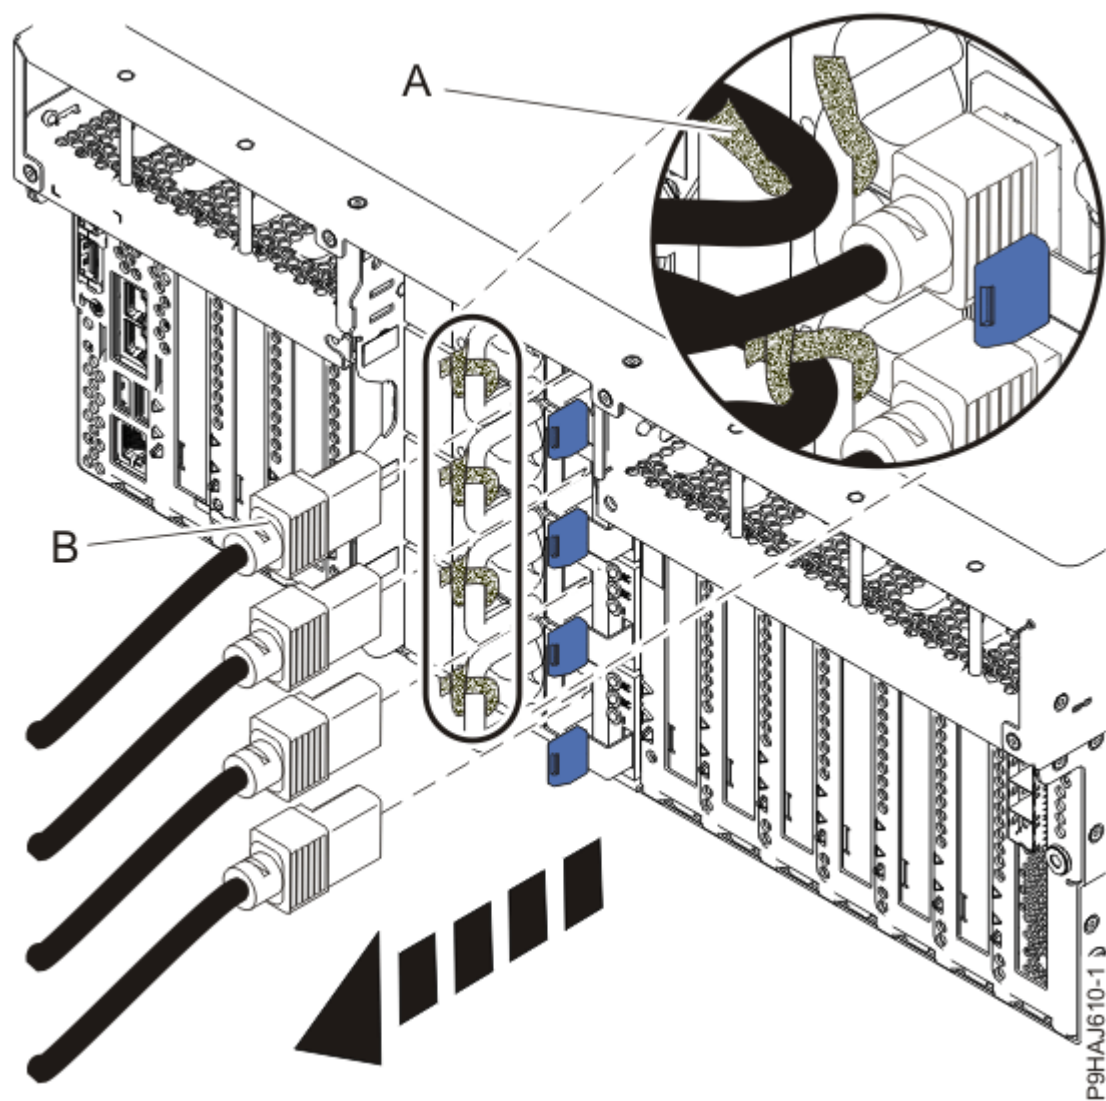

Figure 1. Retrait des cordons d'alimentation d'un serveur monté en armoire
4. Etiquetez et déconnectez les cordons d'alimentation de l'unité centrale. Voir Figure 1, à la page 2 ou Figure 2, à la page 3.